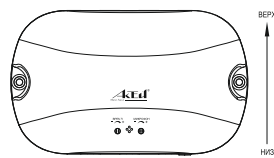

Рисунок 3. Расположение светильника 75-009-IP30-SENSOR-EM при установке на стене
- 7.1 Выбрать место установки изделия таким образом, чтобы расстояние от источника звука до изделия не превышало 5 (пяти) метров. При установке изделия на стене обязательно такое его расположение, чтобы отверстия микрофона акустического датчика располагались снизу (рис.3).